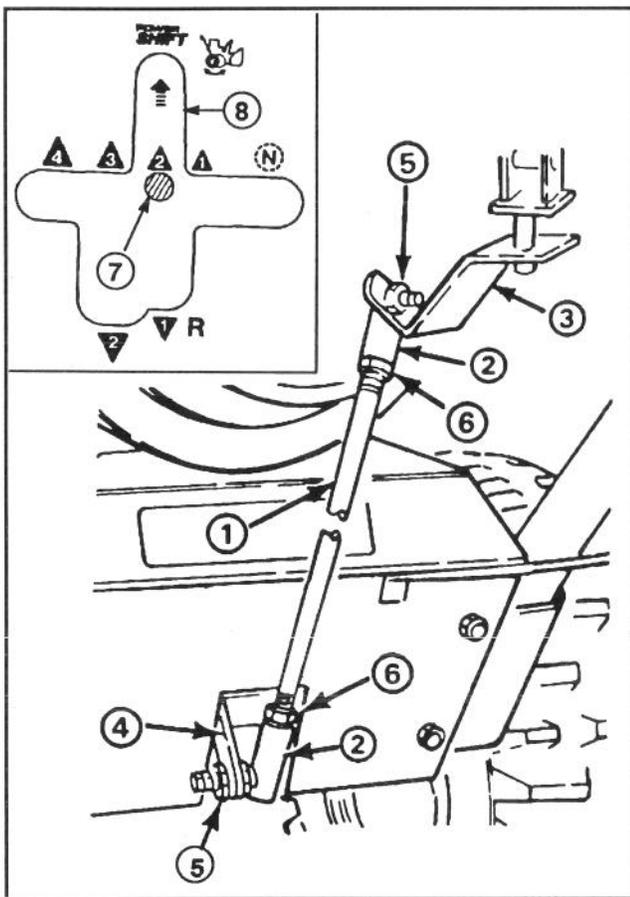

Abbildung 4
## SCHALTSTANGE EINBAUEN (Abb. 4)
**Hinweis:** Ist der Schalthebel nicht mit dem Power Shift-Schlitz in der Schalttafel ausgerichtet (Abb. 4, Einsatz), muß die Schaltstangenlänge wie folgt eingestellt werden: